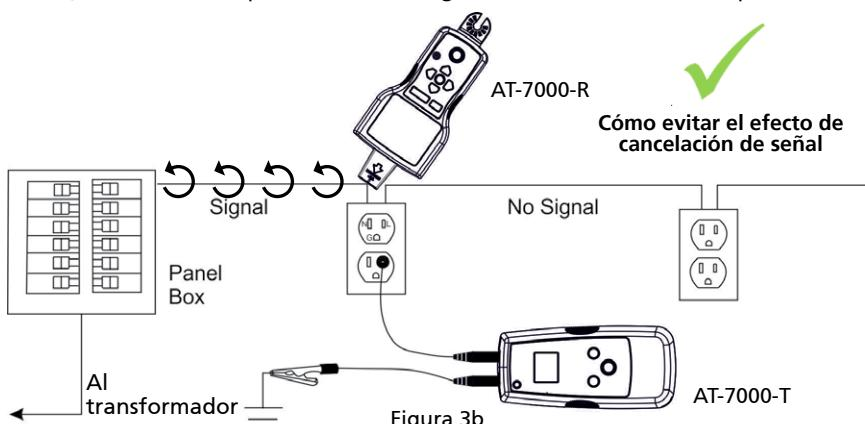

Figura 3b
2. Conecte el terminal rojo al cable vivo energizado (del lado de carga del sistema). La señal se transmitirá ÚNICAMENTE entre la salida a la que está conectado el transmisor y la fuente de alimentación (consulte la Figura 3b).